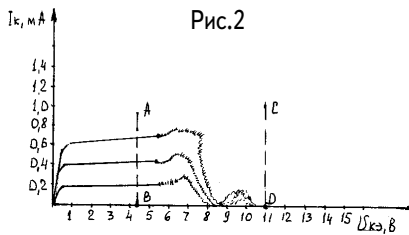

Рис.3
- То, что он показал, я изобразил на **рис.3** - откликнулся Сан-Саныч. - Вот, извольте видеть...
- А понимай, как хочешь! - констатировал Сан-Саныч. - Мы говорили со специалистами, закончившими кафедру диэлектриков и полупроводников. Они полагали, что характеристика, представленная на рис.3, наглядно демонстрирует нестабильный р-п-переход коллектор-база транзистора. Причем, поскольку токовый режим очень легкий ( доли миллиампера), окончательная деградация левого транзистора сборки могла произойти еще не скоро. Отсюда - ВЫВОД: Не верьте тому, что показывает тестер, а заменяйте транзисторную сборку как можно быстрее!